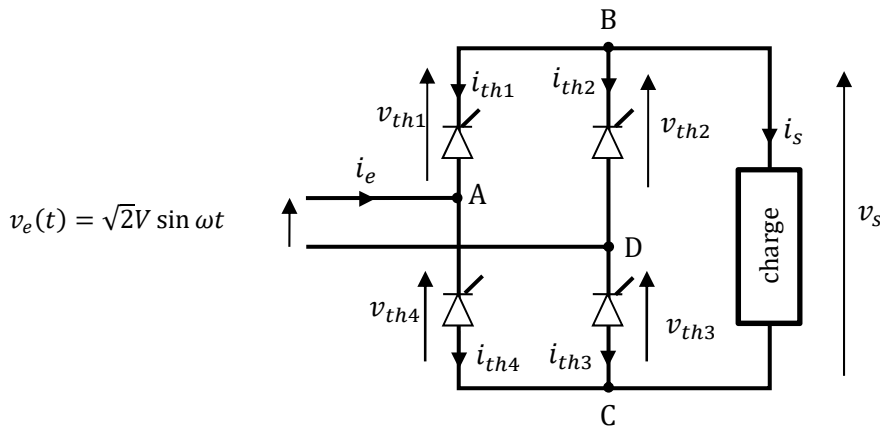

Figure 4 : Redresseur monophasé commandé tout thyristor (pont de Gräetz)
On s'intéresse maintenant à un redresseur double alternance. La Figure 4 montre le schéma électrique du dispositif étudié. Le convertisseur est alimenté par une source de tension sinusoïdale et les thyristors sont commandés par des signaux adaptés de façon à produire une tension redressée de valeur moyenne réglable. Le but de cette partie est de comprendre comment fonctionne ce pont redresseur.
8. Faire le câblage pour réaliser le montage de la Figure 4 avec $V = 15\text{ V}$ et une charge $R = 10\ \Omega$.